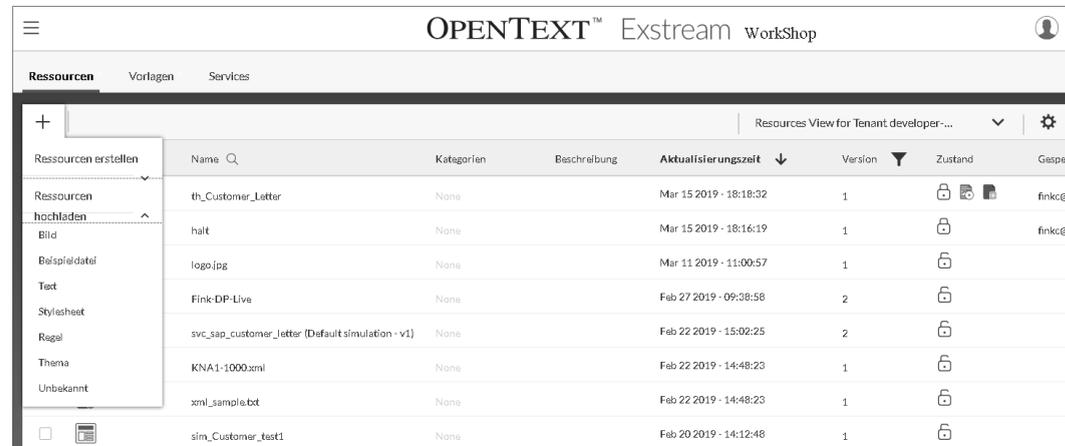

Abbildung 10.22 Dateien in OpenText Exstream Workshop hochladen
- Workshop-Applikation** In der Workshop-Applikation (*OpenText Exstream Workshop*) können unter anderem neue Ressourcen (wie Logos), Regeln, Texte etc. verwaltet werden. Dazu klicken Sie auf der Registerkarte **Ressourcen** auf das Plus-Symbol und wählen unter **Ressourcen hochladen** eine Datei aus, z.B. Ihr Firmenlogo (siehe Abbildung 10.22). Diese Ressourcen können dann bei der Erstellung neuer Dokumentvorlagen verwendet werden.